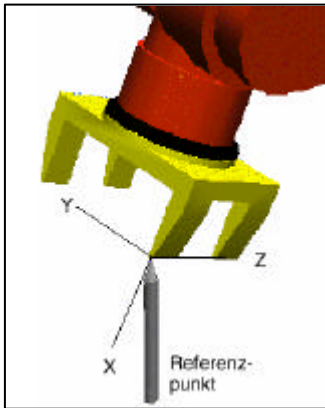

Bild 3.1
- Mit TCP Referenzpunkt anfahren (Bild 3.1)